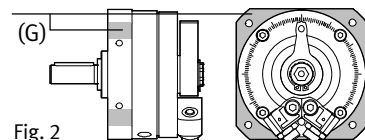

Fig. 2
- Проверьте необходимость дополнительных отверстий в крепежном фланце модуля DSM. Серым обозначены участки (G) (Fig. 2), на которых на DSM можно проделать дополнительные отверстия (например, для крепления центрирующих штифтов).